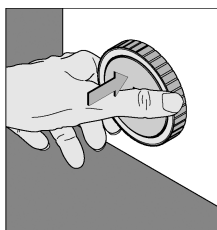

Bild 1
- Fatta renslocket och tryck inåt (se bild 1)